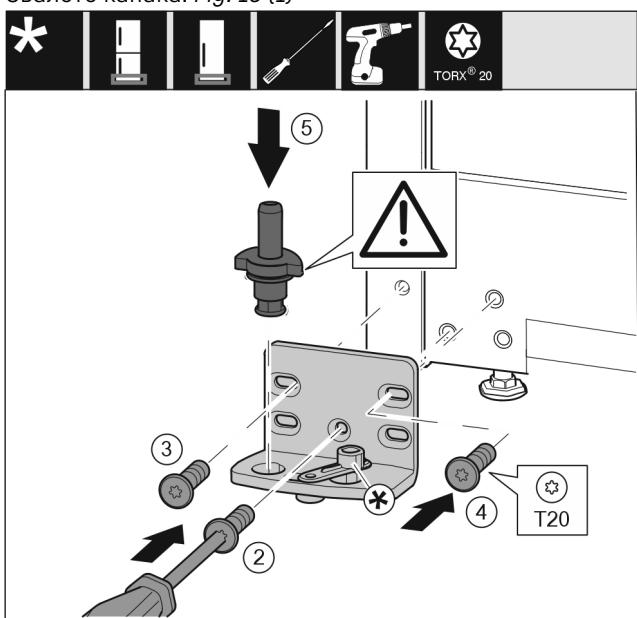

Fig. 17
- Поставете лагерната стойка от другата страна и я завийте с помощта на отвертка T20. Започнете с винт 2 долу в средата. Fig. 17 (2)
- Затегнете винт 3 и 4. Fig. 17 (3,4)
- Вкарайте изцяло лагерния болт. При това обърнете внимание на това, фиксиращата гърбица да сочи назад. Fig. 17 (5)